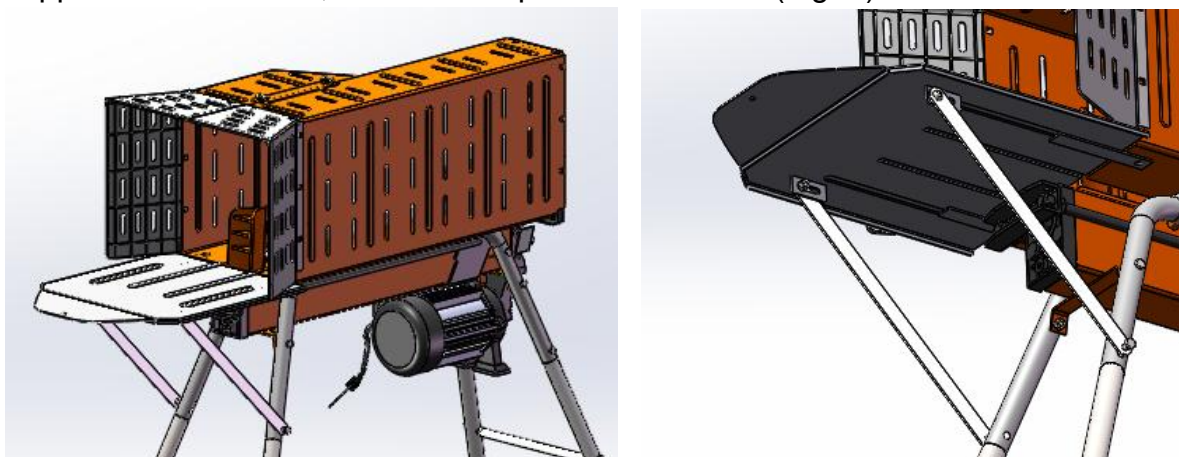

fig.9
4. Installer la plaque de support Pousser les deux boulons M8x16 dans le trou de montage de la plaque de connexion et la plaque de support, puis serrer avec les deux écrous M8. Puis pousser deux vis M8x16 dans les orifices de montage de la plaque de support, pousser deux boulons M8x50 dans l'orifice de montage des pieds gauche et droit et l'orifice de montage de la plaque de support de l'autre côté, serrer avec quatre écrous M8. (Fig. 9)